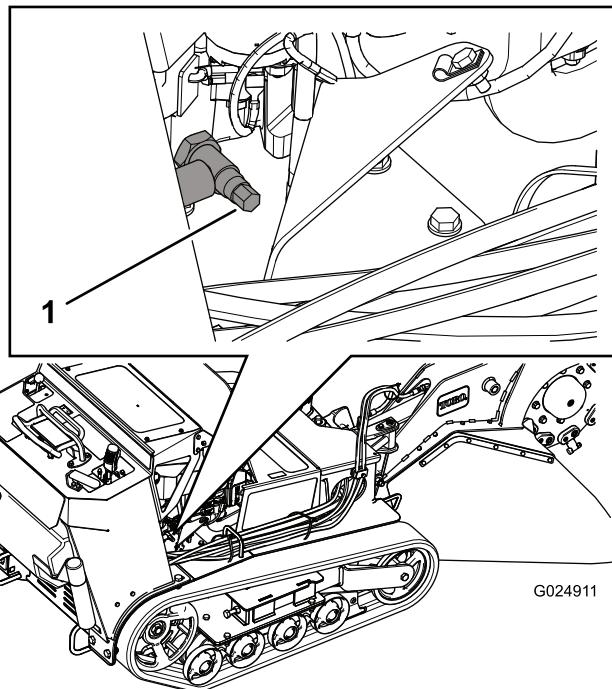
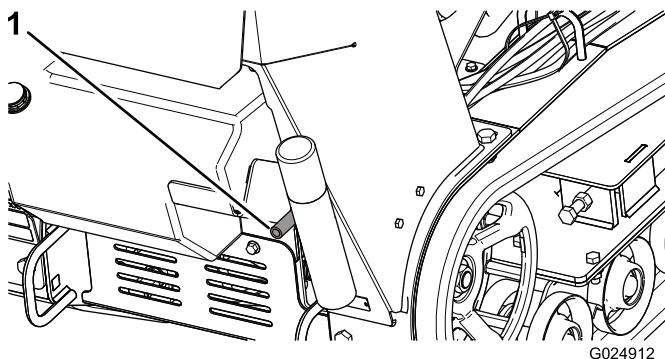

Bild 32
Bild 33
4. Stellen Sie eine Auffangwanne unter den Ablassschlauch. Drehen Sie das Ölabblassventil, damit das Öl ablaufen kann (Bild 32 und Bild 33).